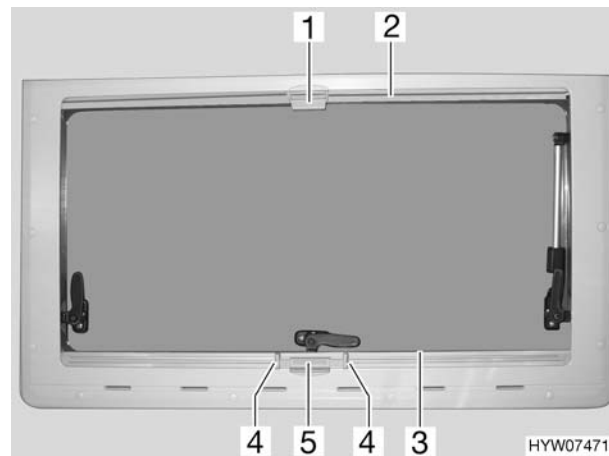

Fig. 24 Finestra apribile
- Serrare la maniglia (Fig. 24,4) e tirare l'oscurante a rullo (Fig. 24,3) dal basso verso l'alto fino all'altezza desiderata. Rilasciare la maniglia. L'oscurante a rullo rimane in questa posizione.
- Serrare la maniglia (Fig. 24,4). L'arresto si sblocca.
- Tirare in basso la zanzariera a rullo (Fig. 24,2) fino a che non viene a contatto con l'oscurante a rullo (Fig. 24,3), e il gancio (Fig. 24,1) non si innesta nel bloccaggio (Fig. 24,5).
- Allentare il gancio di chiusura (Fig. 24,1).